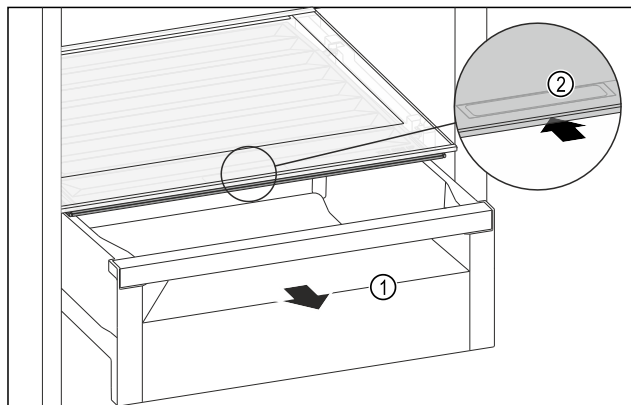

Fig. 162
- Wyciągnąć szufladę Fig. 162 (1).
- Chwycić uchwyt wpuszczany Fig. 162 (2) na pokrywie komory i przesunąć pokrywę jednocześnie do tyłu.